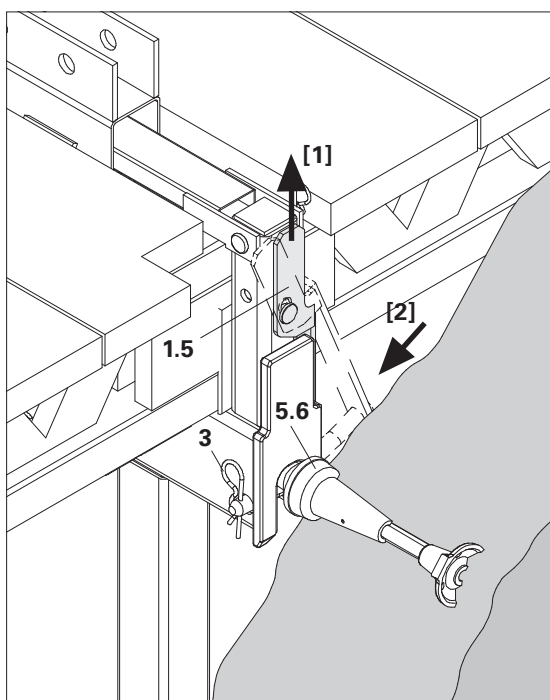

Fig. B1.23
12. Travar com grupilhas (3). (Fig. B1.23)